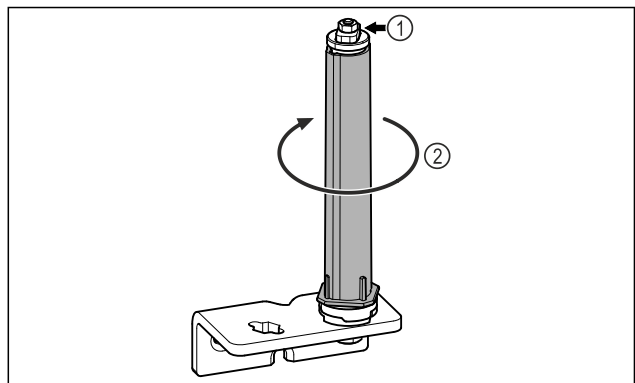

Fig. 18
- ▶ Deursluitsysteem Fig. 18 (1) niet demonteren.
- ▶ Sluitsysteem Fig. 18 (2) draaien, tot deze vastklikt.